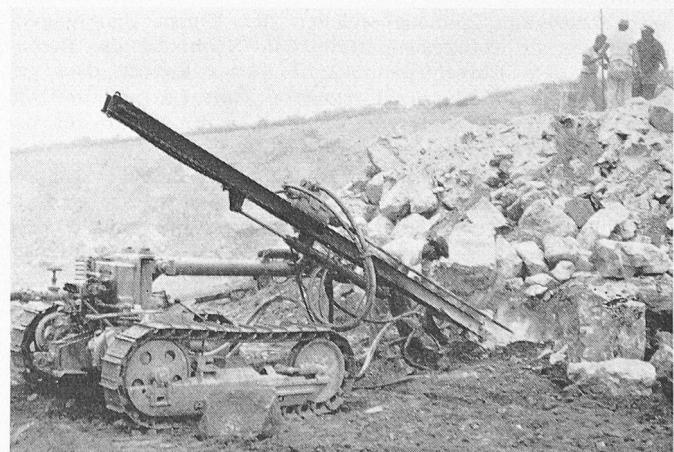

Bild 4. Universalbohrwagen *Ingersoll-Rand Crawl-IR*
*Universalbohrwagen Ingersoll-Rand Crawl-IR* (Bild 4), laffettiert auf pressluftangetriebenem Raupenchassis zum Bohren von Löchern in jeder Richtung, Gewicht mit Bohrmaschine D 45 3,1 t.